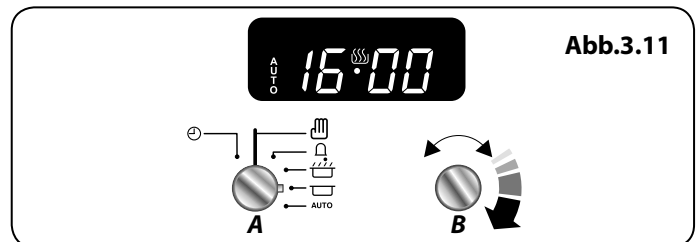

Abb.3.11
3. Drehen Sie den **Einstellknopf (B)** auf die Uhrzeit, zu der der Herd abschalten soll (**Abb.3.11**).